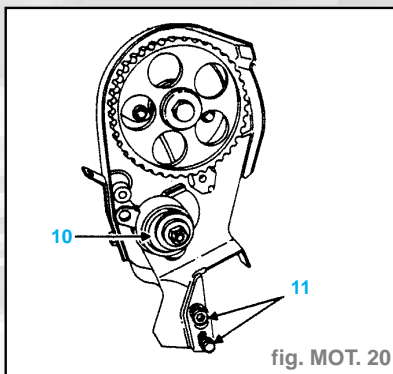

fig. MOT. 20
- le galet tendeur de distribution (10) (fig. MOT. 20),
- les deux vis (11) de fixation du carter supérieur intérieur de distribution (fig. MOT. 20),